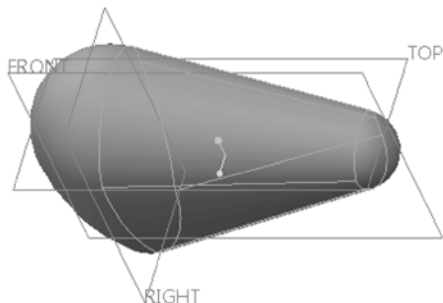

图 7-85 在曲面间混合
③ 在左边的曲面上单击将其选择作为要形成相切曲面边界的第一个曲面。
④ 系统出现“选择基准曲面使混合在第两端相切”的提示信息, 在右边的球体曲面处单击以将其选择为第二曲面。
⑤ 单击鼠标中键, 或者在“曲面: 曲面到曲面混合”对话框中单击“确定”按钮, 从而创建该混合曲面完毕, 完成效果如图 7-85 所示。